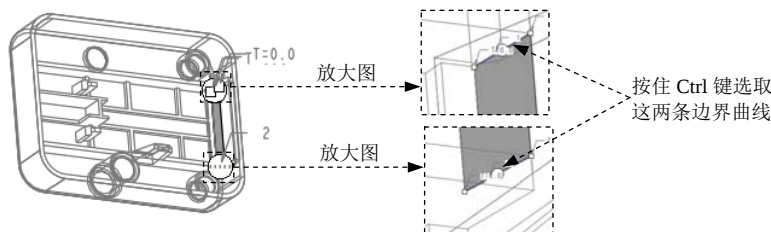

图 20.25 定义边界曲面 7
- (1) 按住 Ctrl 键, 选取合并面组 7 和边界曲面 6。
- (2) 单击 **分型面** 操控板中 **编辑** 区域的 **合并** 按钮, 此时系统弹出“合并”操控板。
- (3) 在操控板中单击 **选项** 按钮, 在“选项”界面中选中 ☒ **相交** 单选项。
- (4) 在“合并”操控板中单击 **✓** 按钮。
Step20. 创建图 20.25 所示的边界曲面 7。
- (1) 单击 **模型** 功能选项卡中的 **切口和曲面** 按钮, 在系统弹出的菜单中依次单击 **曲面** **边界混合**, 系统弹出“边界混合”操控板。
- (2) 定义边界曲线。按住 Ctrl 键, 依次选取图 20.25 所示的两条边界曲线。
- (3) 在操控板中单击 **✓** 按钮, 完成边界曲面 7 的创建。